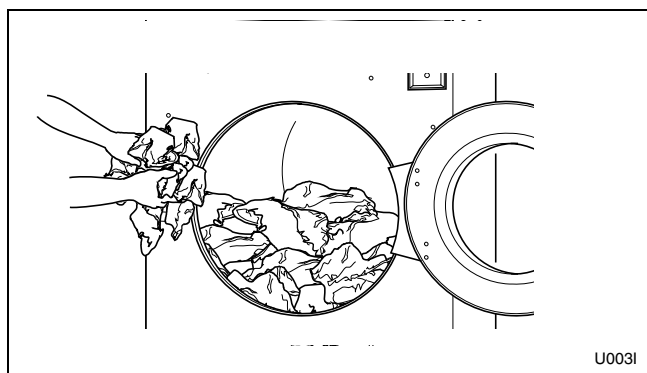

Figura 4
3. Siempre que sea posible, cargue la máquina al máximo de su capacidad. NO LA SOBRECARGUE. Consulte la *Figura 4*.